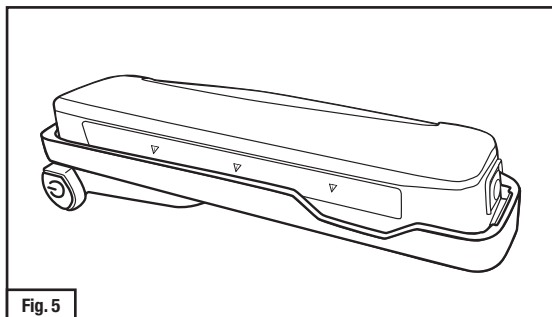

Fig. 5
3. Empurre a bateria TR-630 para que ele seja totalmente encaixada no adaptador e o botão de liberação azul na bateria encaixe no lugar (Fig. 5).